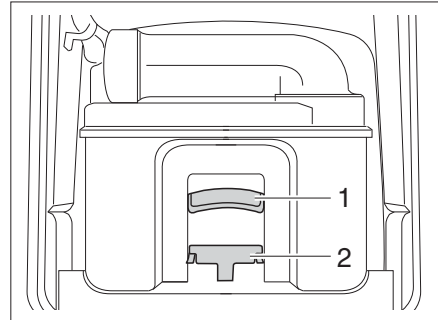

Fig. 300 Cassette Thetford
- Tirer l'étrier de fixation (Fig. 300,2) vers l'avant pour déverrouiller la cassette de toilette et extraire la cassette par la poignée (Fig. 300,1).